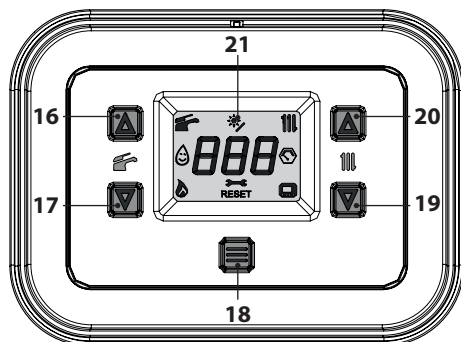
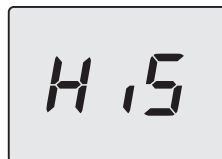
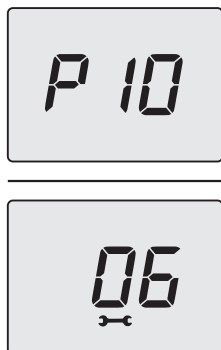
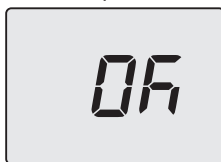

Figura 5.55
Figura 5.56
Figura 5.59
Figura 5.60
- Entrare in "modalità programmazione" premendo contemporaneamente per 5 secondi i tasti 17 e 19 (Figura 5.55) fino a far apparire sul display LCD le lettere **HiS** che indicano il menu "Storico delle caldaia" (Figura 5.56).
- Premere per 1 sec. il tasto 18 (Figura 5.55) per entrare nel parametro selezionato. Il display visualizzerà quanto segue (6=60 secondi) (Figura 5.59).
- Premendo il tasto 18 (Figura 5.55) si ottiene la conferma del valore inserito. Il display visualizzerà per 5 sec. quanto segue (Figura 5.60) poi, si porterà al livello superiore.
- tenere premuti contemporaneamente i tasti 17 e 19 per 5 sec. (Figura 5.55) (ritorno al livello precedente).